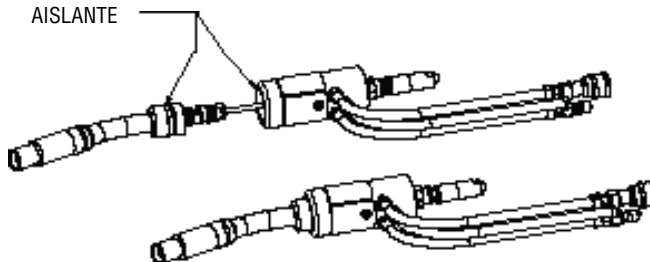

Figura 4: Instalación del Tubo Conductor
13. Empujar el tubo conductor en su lugar hasta que el tornillo de fijación de acero inoxidable pueda empujar el enchufe trasero del tubo conductor a su posición trabada de funcionamiento. El tubo conductor tiene una ranura localizadora en su diámetro trasero. Esta ranura queda a ras con la caja delantera cuando la instalación es correcta, como se muestra en la Figura 4.